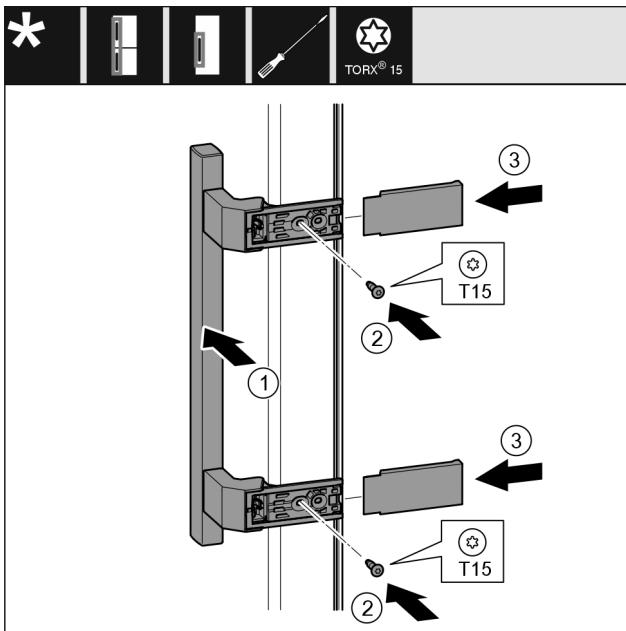

Fig. 21
- ▶ Placer la poignée Fig. 21 (1) du côté opposé.
- ▶ Serrer les vis Fig. 21 (2) avec un tournevis.
- ▶ Placer les caches Fig. 21 (3) sur le côté et les faire glisser.